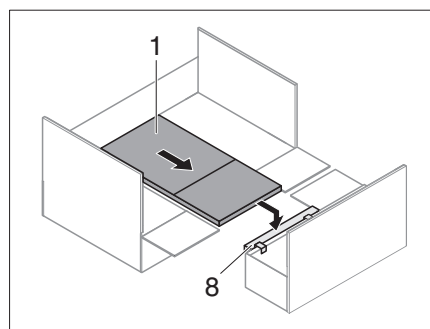

Fig. 221 Tavolo su appoggio del cassone del letto
- Agganciare l'appoggio del cassone del letto (Fig. 221,8).
- Estrarre il tavolo agganciabile (Fig. 221,1) e posizionarlo sull'appoggio del cassone del letto agganciato (Fig. 221,8).